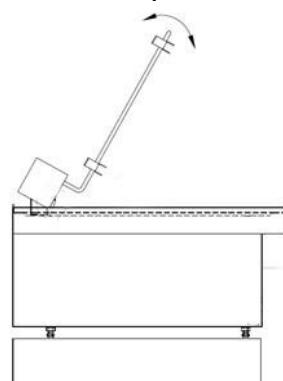

Рис.2. Нагревательные элементы в поднятом положении.
- c – поднять нагревательные элементы (см. рис.2);